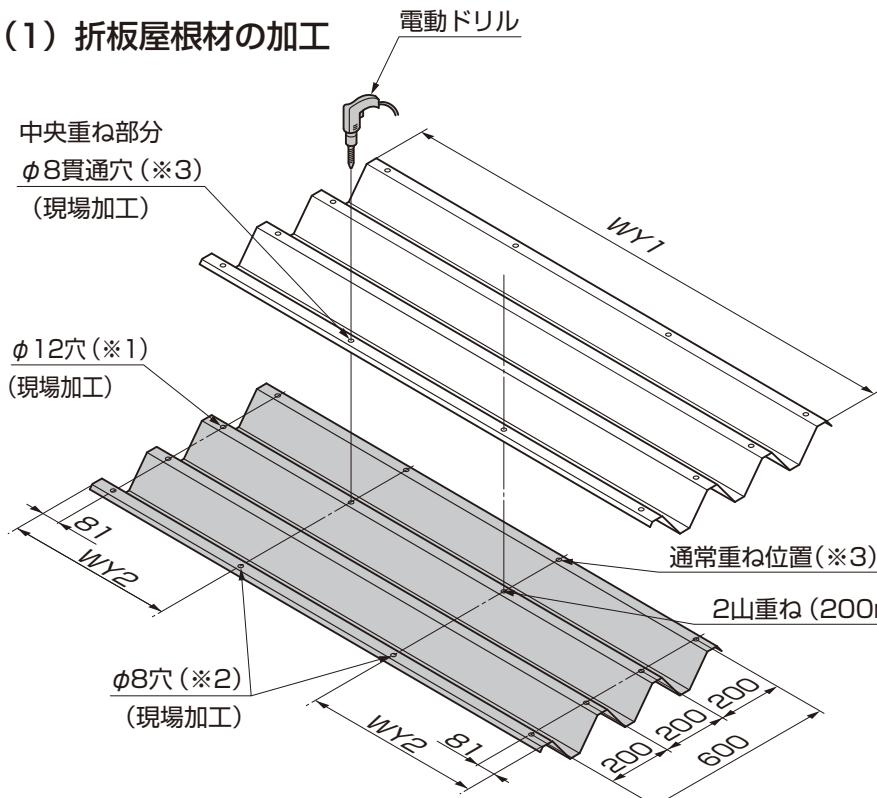

図16-5 折板幅と
- ①折板屋根材の両端部に片側4ヶ所ずつ、合計8ヶ所 $\phi 12$ の穴（※1）をあけてください（図16-5参照）
- ②折板屋根材と折板屋根材を重ね合わせて、折板屋根材の中央部（※2）（※3）に等間隔で2ヵ所、 $\phi 8$ の下穴をあけてください。（図16-5参照）